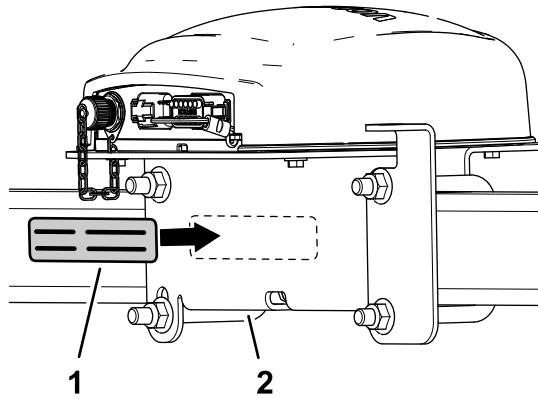

Figura 152
7. Coloque la etiqueta de serie en el soporte del receptor (Figura 152).